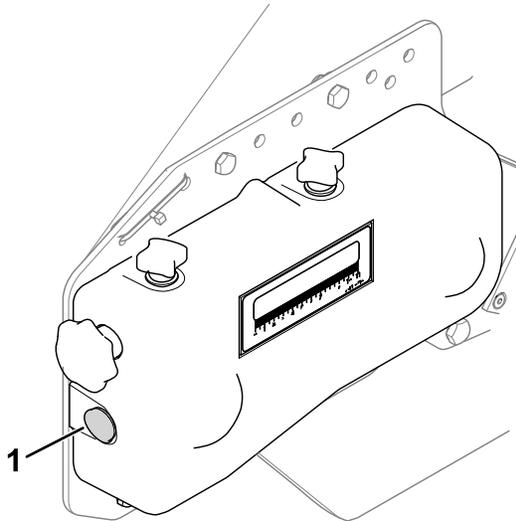

Figure 19
1. Retirez le bouchon de remplissage (Figure 19) sur le côté du réducteur.